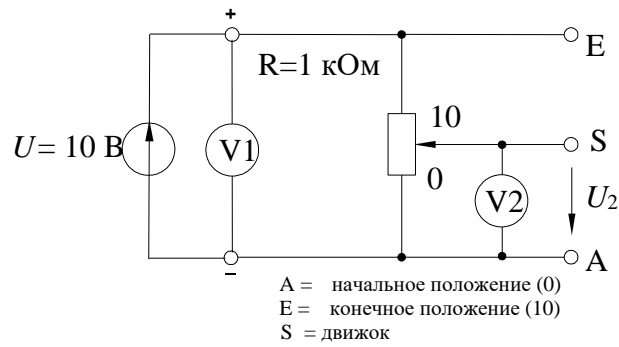

Рисунок 9 – Схема делителя напряжения в режиме холостого хода
4.1. Соберите цепь потенциометра согласно схеме (рис. 9) и подайте на ее вход постоянное напряжение 10 В. Измерьте напряжения  $U_1$  и  $U_2$  при каждом из положений потенциометра, заданных в таблице 4 значениями угла  $\alpha$ . Внесите все измеренные величины напряжения в таблицу 4.